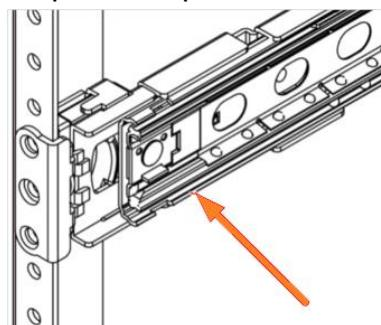

Рисунок 63 - Собранный передний кронштейн
- 4) Нажать на собранный передний кронштейн на стойке (см. Рисунок 63).